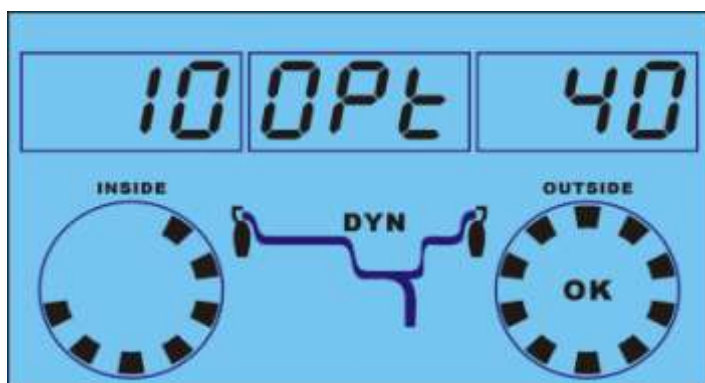

Fig. 3
4.6. Otáčejte kolem proti směru hodinových ručiček dokud displej nesignalizuje polohu pro umístění závaží na vnější stranu. V této poloze kolo zastavte a aplikujte závaží zobrazené hodnoty na pozici 12 hodin, dle obr. **Fig.3**.